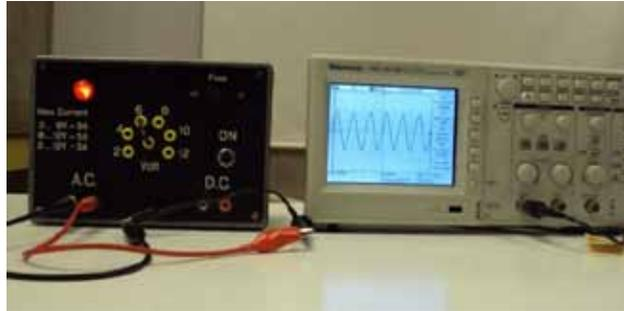

Figura 5.9 Osciloscopio digital, midiendo señal de C.A.
- h) Conecte la señal de salida de C.A. de la fuente escalonada a la entrada del osciloscopio como se muestra en la figura 5.9.